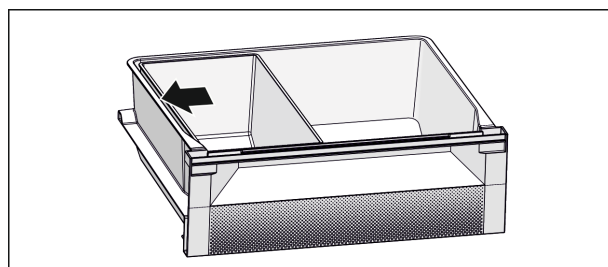

Fig. 7
- ▶ Za optimalno funkcijo hlajenja: Skleda Fish & Seafood namestite, kot je prikazano na sliki (glejte Fig. 7).